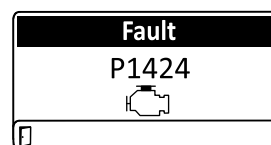

Figura 53
- Avvertenza motore (Figura 53)